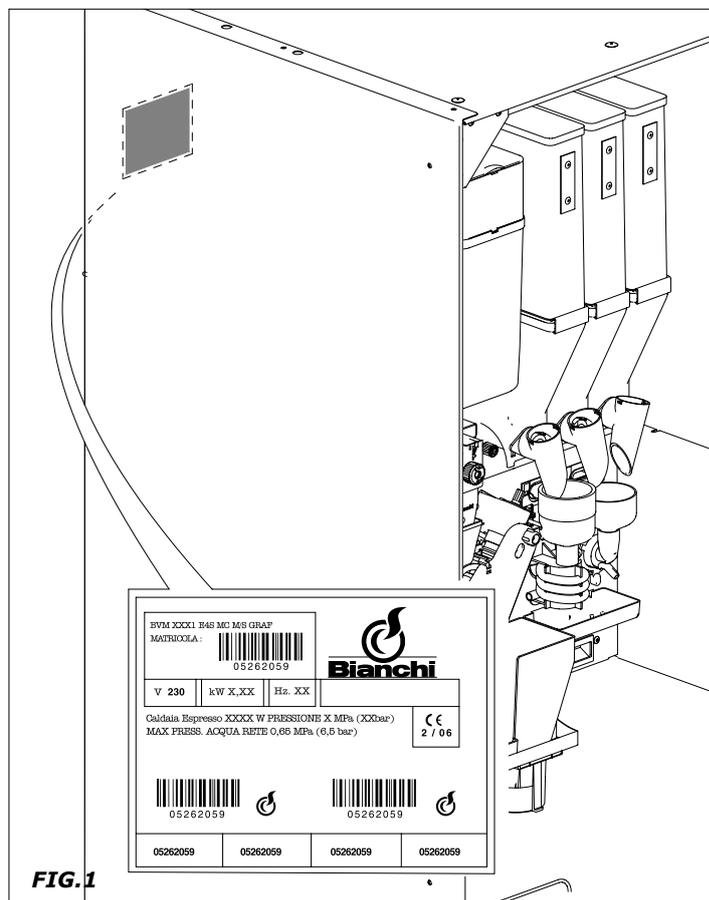

FIG.1
- los datos que aparecen en la placa de características. (Fig.1)